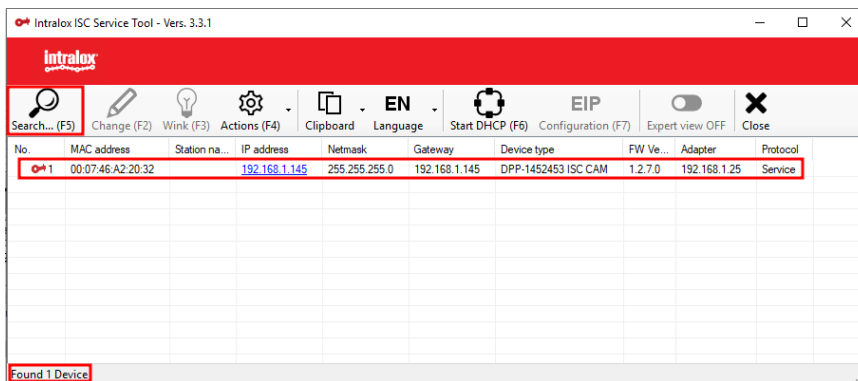

Figure 10: Intralox ISC Service Tool Search
18. 使用“英特乐ISC服务工具”通过点击“搜索”按钮，验证计算机是否已连接到ISC CAM，见图10。
19. 如果搜索成功，则一个设备将出现在列表中，包括IP地址、设备类型等信息，见图10。